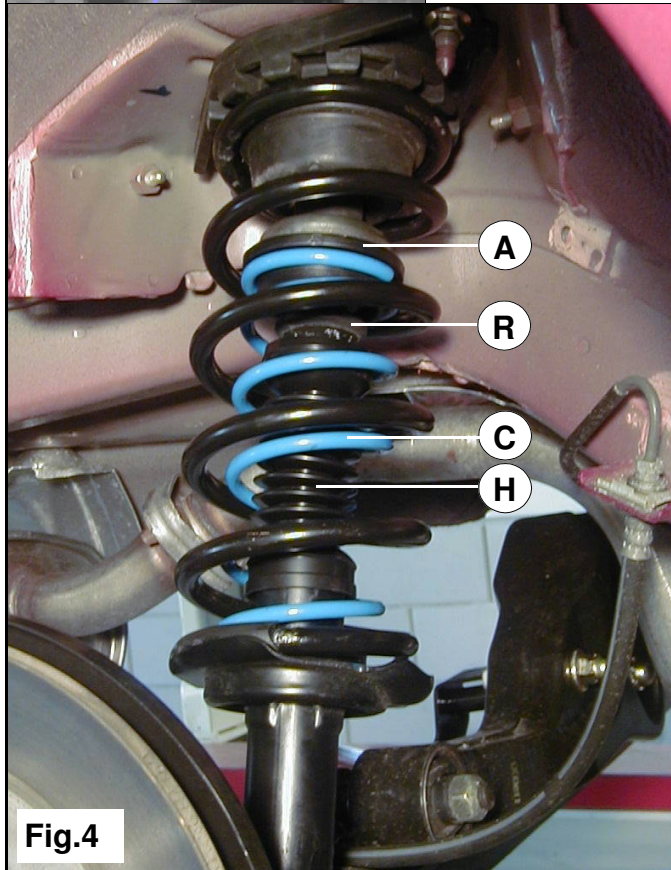

Fig.4
8. Poser de ressort de renfort sur l' amortisseur (Voir fig. 4).
8. Coloque el muelle auxiliar **C** en el amortiguador. (Véase fig. 4).